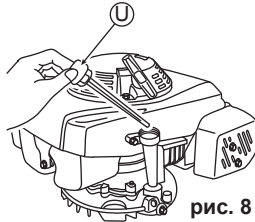

рис. 8
1. Отверните крышку заливной горловины (U), извлеките щуп, а затем вставьте обратно, но не вкручивайте его. (См. Рис.8).
2. Извлеките крышку масляного бака (U) и проверьте, чтобы уровень масла находился между отметками верхнего и нижнего уровня на щупе.
4. Плотно закройте крышку масляного бака (U) после выполнения вышеупомянутых процедур.